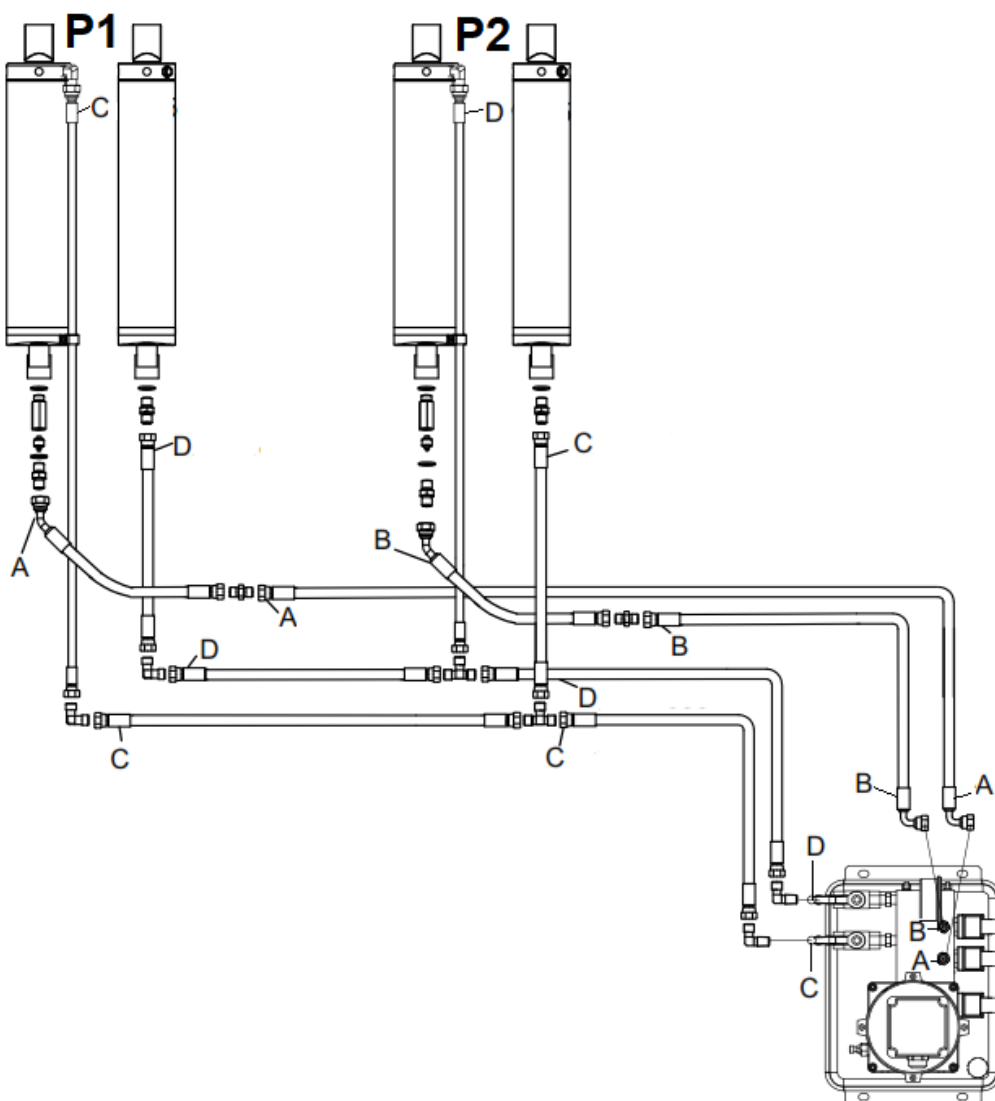

Fig. 4
2. Koppel de leidingen, let hierbij op de letters die op de leidingen staan, dit wijst zich vrijwel vanzelf. Als referentie kunt u het onderstaande hydraulische schema (fig.4) gebruiken. LET OP! Alle koppelingen dienen vrij te zijn van stof en/of vuil, wanneer dit niet het geval is, kan dit leiden tot falen van het hydraulisch systeem met ernstig letsel of schade aan materialen en/of eigendommen tot gevolg.